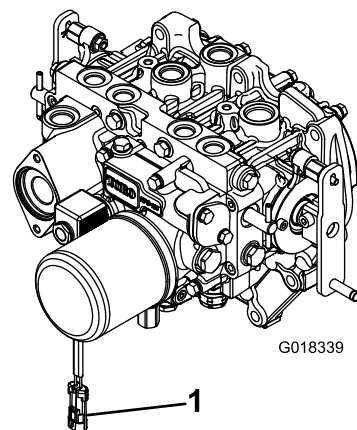

Рисунок 3
2. Для предотвращения непреднамеренного включения муфты механизма отбора мощности отсоедините электрический разъем жгута проводки от разъема катушки электромагнитного клапана механизма отбора мощности (Рисунок 3).
8. После подсоединения другого конца ведущего вала к валу редуктора навесного оборудования подсоедините электрический разъем жгута проводки к разъему катушки электромагнитного клапана механизма отбора мощности (Рисунок 3).